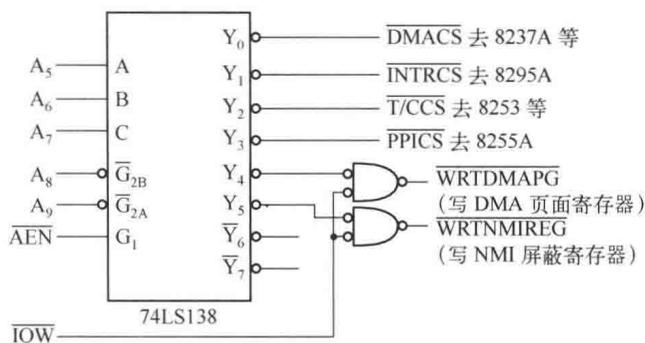

图 7-44 片选信号的产生
3. 在 IBM/XT 机中，用 74LS138 译码器产生各 I/O 接口芯片的片选信号，如图 7-44 所示。试指出各芯片的端口地址范围。